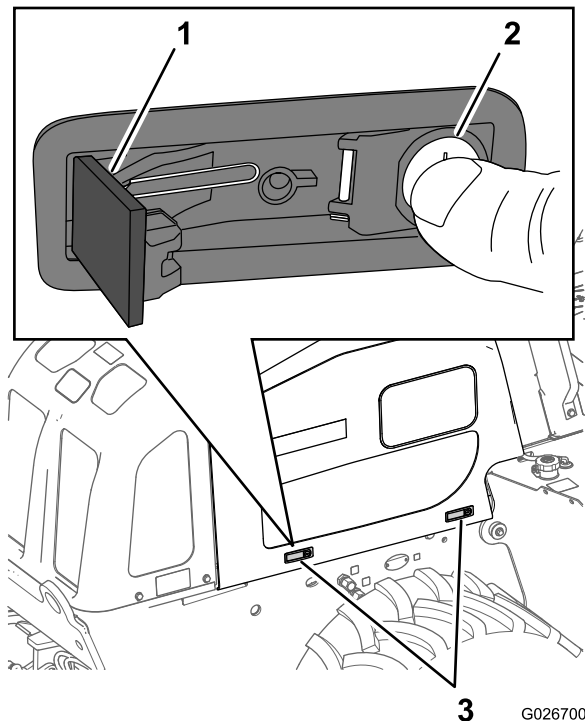

Рисунок 65
3. Нажмите на кнопочную часть каждой защелки, ту часть, где расположен цилиндр замка (**Рисунок 65**).
4. Установите защелку, нажав на рычаг защелки (**Рисунок 65**).